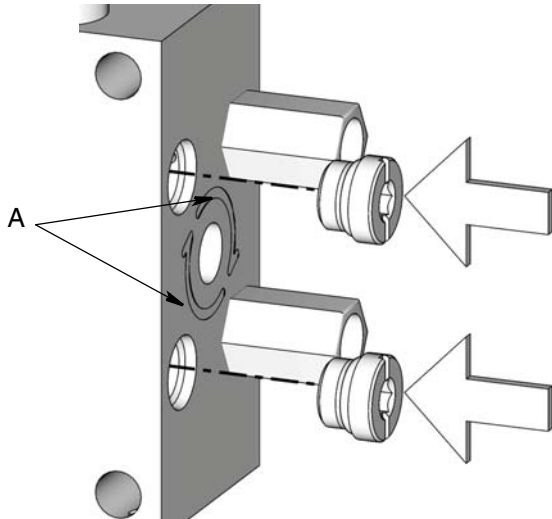

FIG. 3
2. Enchufe el adaptador de salida usando el tapón doble de Graco (24F467) (FIG. 3).
El lubricante de la salida conectado / s se redirige a la salida siguiente en el bloque divisor de USP que fluye en sentido horario, después de flechas de dirección (A) estampadas en bloque (FIG. 3).